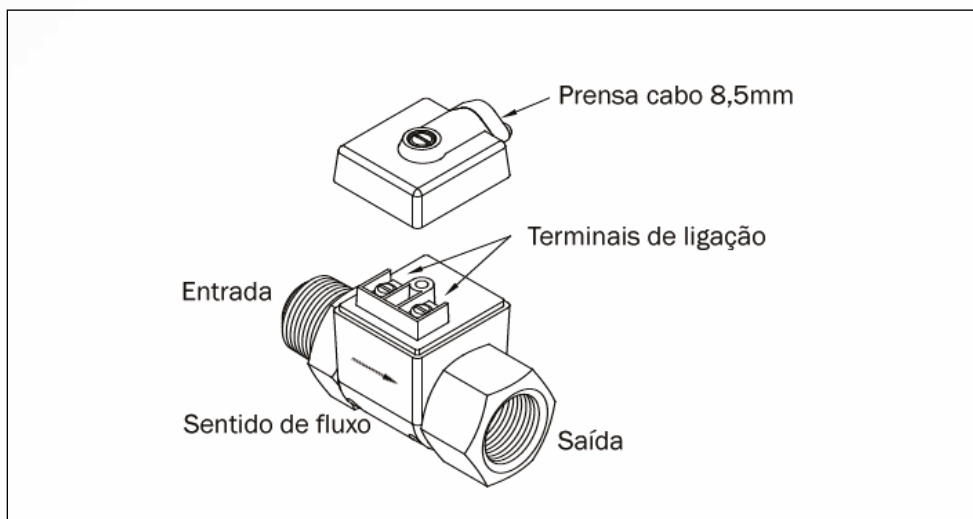

Figura 7: Componentes do sensor de fluxo C25
Certifique-se de que a instalação do sensor de fluxo seja feita de forma que a rosca externa (macho) seja a entrada da água, garantindo o sentido de fluxo correto (Figura 7).
- Conecte as pontas de uma das extremidades do cabo nos terminais de ligação, conforme Figura 7.